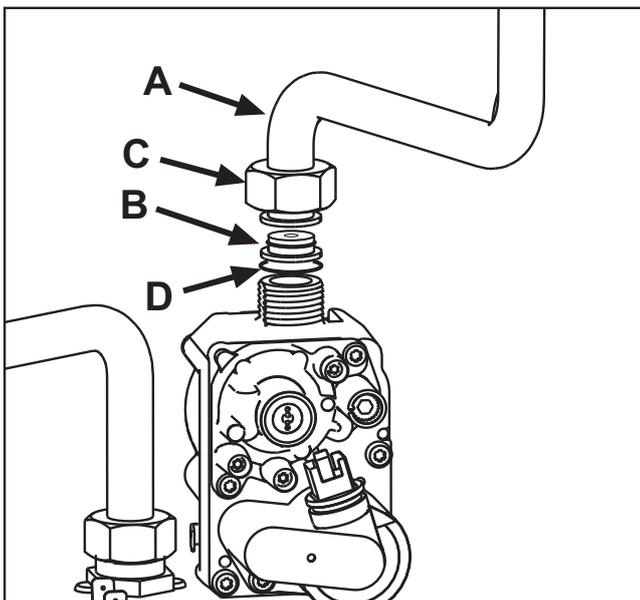

fig. 23
3. Deșurubați piulița C și scoateți tubul de gaz A de pe valva de gaz (vezi fig. 23).
4. Înlocuiți duza B introdusă pe tubul de gaz cu cea aflată în kitul de transformare, interpunând garnitura D (vezi fig. 23).